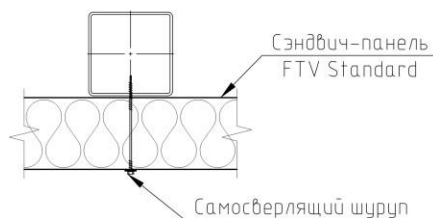

Рис. 2. Сквозное крепление панели (на рисунке изм. Название панели)
3. При монтаже стеновых панелей с обычным креплением (рис. 2), крепить их к металлической конструкции необходимо как минимум тремя самосверлящими шурупами с уплотнительной шайбой EPDM по ширине панели.